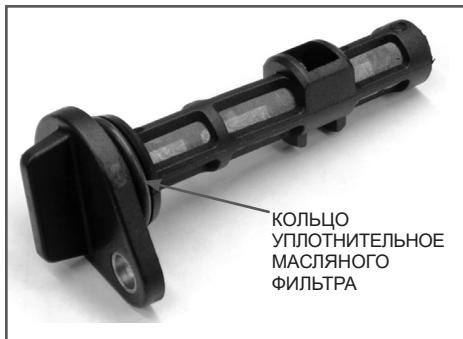

Рис. 21 Масляный фильтр
(1) Техническое обслуживание должно осуществляться более часто, при работе в пыльных условиях.
(2) Данный вид работ необходимо выполнять в авторизованном сервисном центре.
9. Внимательно осмотрите масляный фильтр (Рис. 21). Обязательно проверьте фильтрующую сетку фильтрана наличие механических повреждений (сетка порвана, имеются отверстия). При наличии повреждений и невозможности очистить сильные загрязнения фильтр необходимо заменить.
При каждой очистке масляного фильтра обязательно менять уплотнительное кольцо масляного фильтра (Рис.21). При установке кольца на корпус фильтра не допускайте его повреждений. После установки уплотнительного кольца на корпус масляного фильтра контролируйте правильность установки кольца, оно не должно быть перекручено.